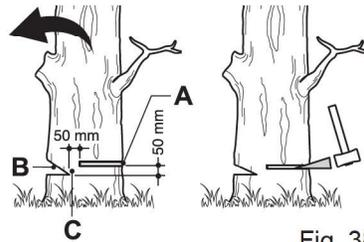

Fig. 38
Haga la marca (Fig. 38 B) 1/3 del diámetro del árbol, perpendicular a la dirección de la caída (Fig. 38). Realice primero el corte de la muesca horizontal inferior. Esto ayudará a evitar pellizcar la cadena de la sierra o la barra guía cuando se realice la segunda marca.
- > Realice el corte de tala (Fig. 38) como mínimo 50 mm más alto que el corte de muesca horizontal (Fig. 38). Mantenga el corte de tala posterior paralelo al corte horizontal. Haga el corte de la tala hacia atrás de manera que quede suficiente madera para actuar como bisagra. La "bisagra" de madera (Fig. 38, C) impide que el árbol se tuerza y caiga en la dirección equivocada. No corte a través de la bisagra.